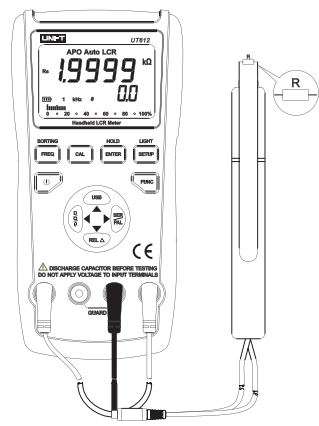

图 12
- 3) 将电阻插入测试端口或用相应的附件接入被测电阻（如图12）。